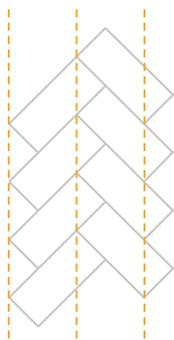

Abb. 5: Erste Reihe mit Hilfslinien.
- ❷ Achten Sie darauf, die erste Reihe korrekt und rechtwinklig zu verlegen, da dies für das Verlegen der übrigen Dielen und das endgültige Ergebnis entscheidend ist. Verwenden Sie Hilfslinien, um die Richtung zu halten, da sich kleine Ungenauigkeiten auf den übrigen Boden auswirken. Siehe Abb. 5.